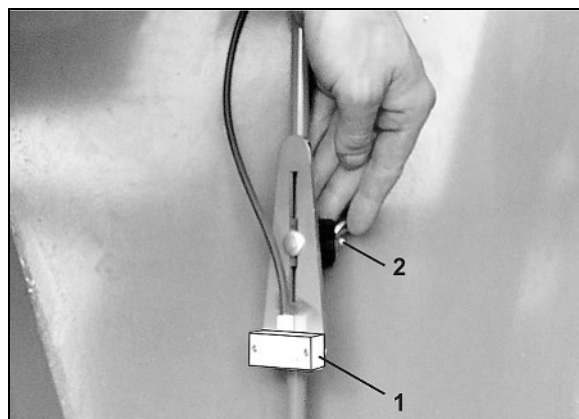

Fig. 68
3. Flügelmutter (Fig. 68/2) lösen.
4. Die Höhenlage des Füllstandssensor (Fig. 68/1) entsprechend der gewünschten Saatgutrestmenge einstellen.
5. Flügelmutter (Fig. 68/2) festziehen.
Den Füllstandssensor nur wie in Fig. 68 montieren!